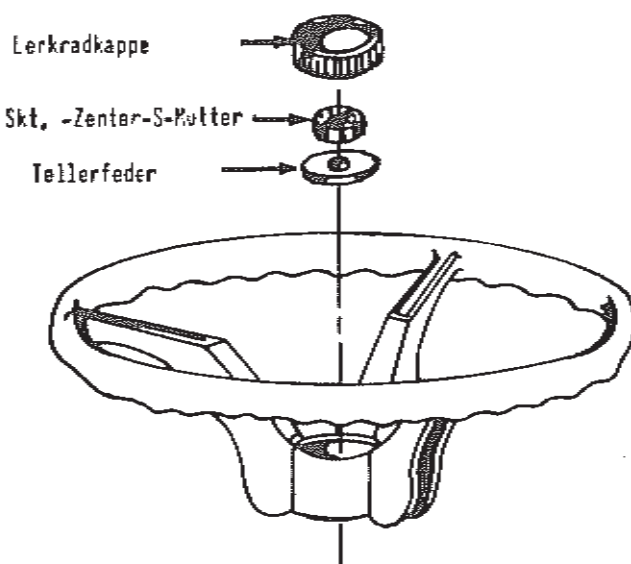

Abb. 1
2. Setzen Sie das Lenkrad auf die Lenksäule, s. Abb. 1.